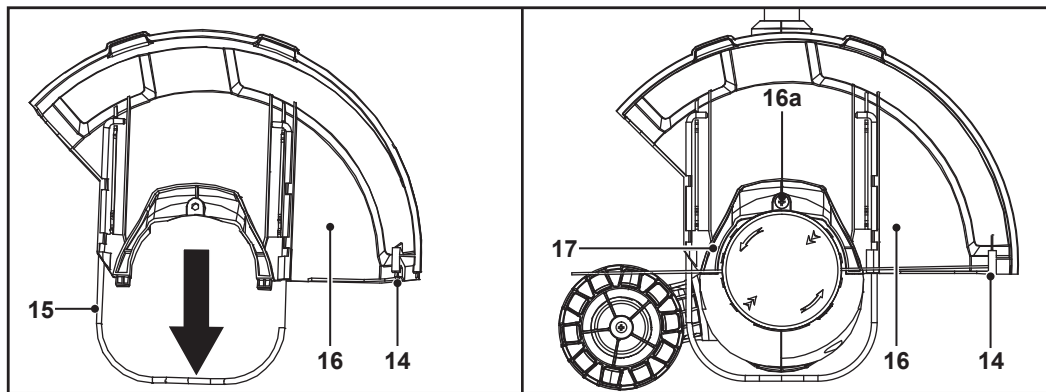

Fig. 2
**ADVERTENCIA:** LA CUCHILLA DE CORTE DE HILO (14) DE LA PROTECCIÓN (16) ESTÁ AFILADA. SI NO SE EVITA EL CONTACTO, SE PUEDEN PRODUCIR LESIONES PERSONALES GRAVES.
1. Coloque la protección (16) en el cabezal de corte (17) (Fig. 2).
2. Fije la protección (16) con el tornillo y la arandela (16a) (Fig. 2).